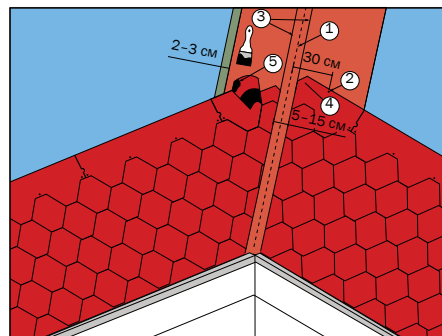

Рис. 17
Рядовая черепица укладывается поверх ендовного ковра и монтируется в хаотичном порядке до линии подреза (3) в сторону оси ендовы (1) (рис. 17). Каждая черепица допол-